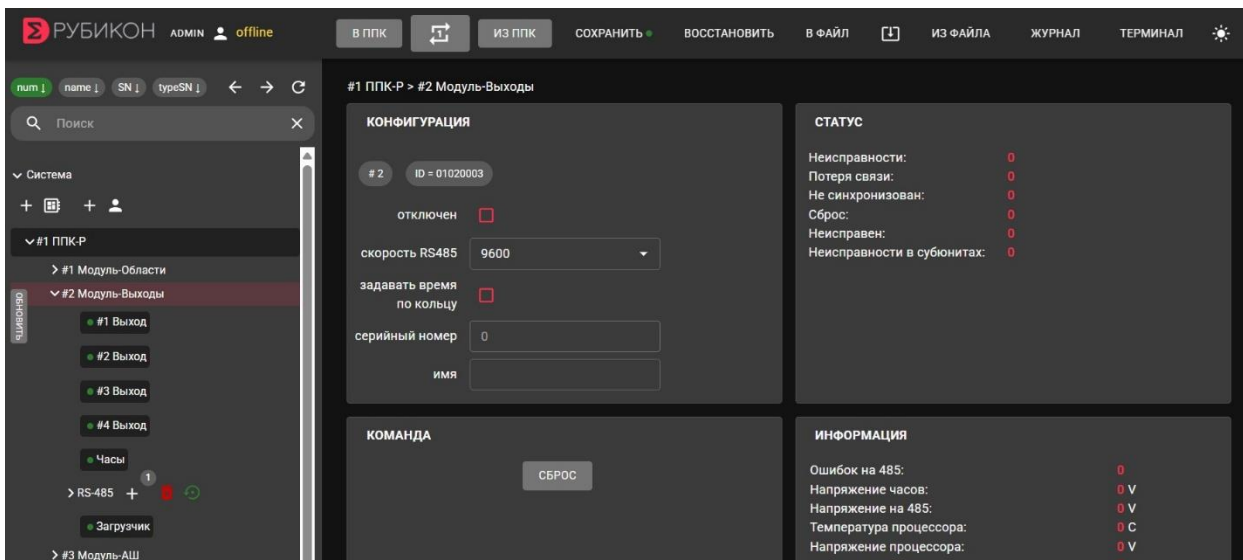

Рисунок 35 – Окно Выходы
- **#1 Выход, #2 Выход, #3 Выход, #4 Выход** (Рис. 35) – это четыре физических разъема у ППК-Р, с которых на устройства может подаваться питание (**24 В**). Можно настроить отдельно;